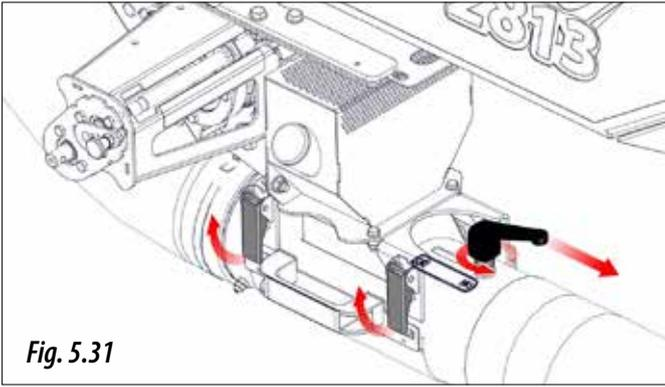

Fig. 5.31
**4.A.2-** Ouvrir le couvercle de l'injecteur venturi en actionnant les deux fermetures rapides et en déplaçant la manette d'étalonnage en position « NO » (figure 5.31).